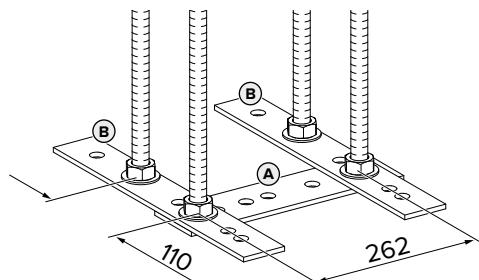
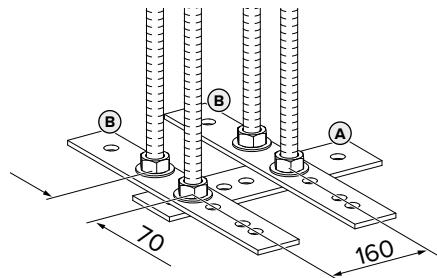

Fig. 1: Dimensioni [mm]
Fig. 2: Dimensioni [mm]
- Inserire le asta filettate negli acciai piatti tenendo conto delle dimensioni in Fig. 1 e Fig. 2. Assicurarsi che l'acciaio piatto (A) e gli acciai piatti (B) siano disposti ad angolo retto (90°).